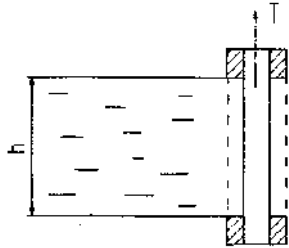

Рисунок 4
10. Канава шириною  $b$  і глибиною  $h$  перегороджена щитом прямокутної форми. Визначити силу тяги  $T$ , необхідну для підйому щита вагою  $G$ , якщо коефіцієнт тертя щита об поверхню пазів  $K$ . (Рис. 4).